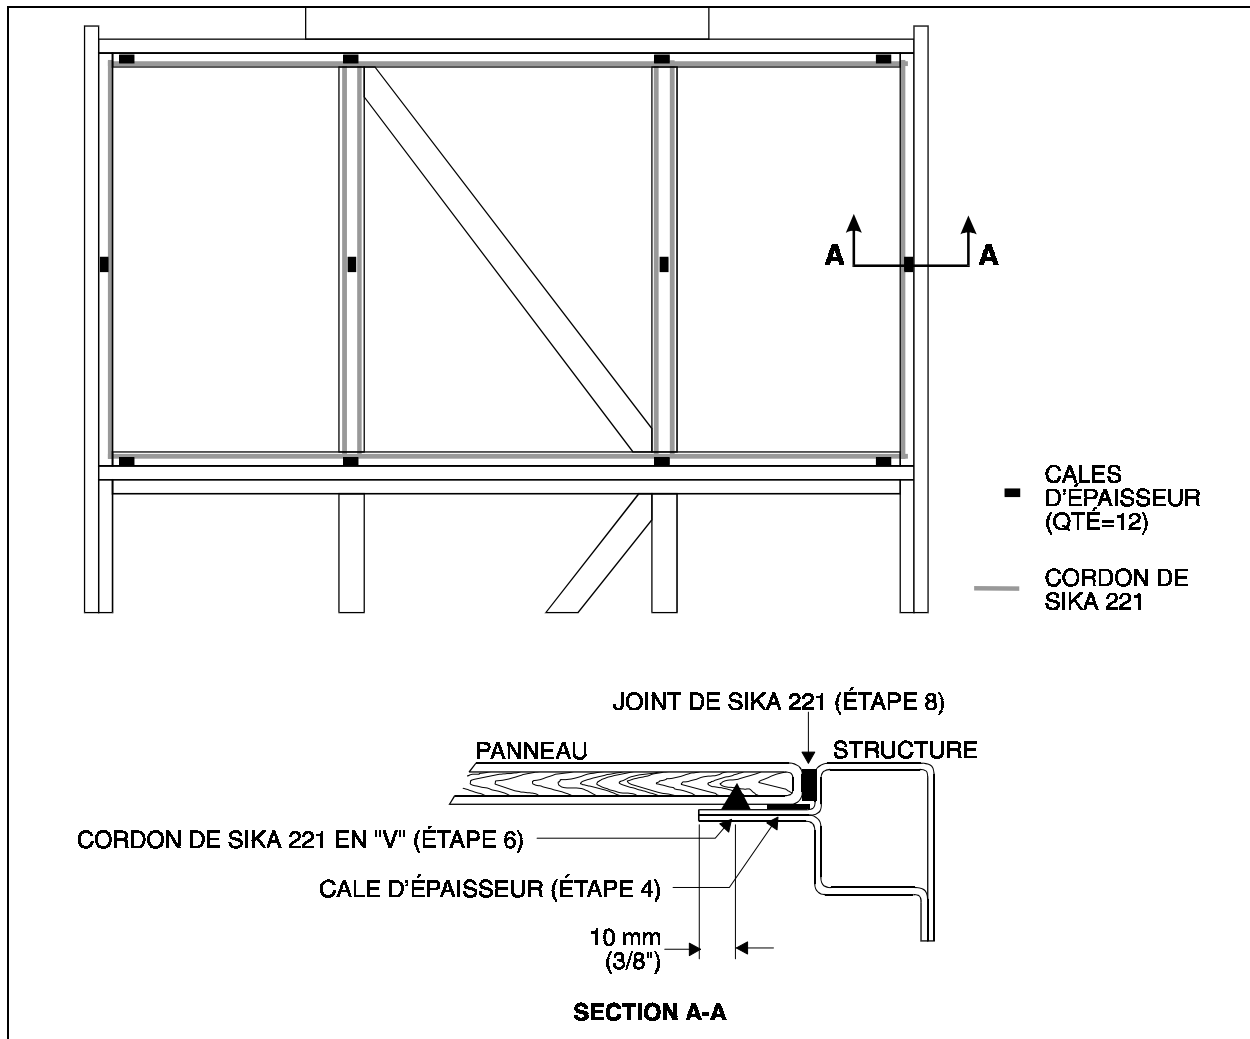

FIGURE 1
1. Utiliser un papier sablé (grain: 60) ou un tampon de type Scotch-Brite rouge pour amener toute la surface où doit être collé le nouveau panneau (Fig. 1) au métal nu.
2. À l'aide d'une guenille jetable en tissu (genre chiffon J), appliquer le nettoyeur Sika 205 (Prévost #683096) sur la surface où doit être collé le nouveau panneau (Fig. 1) (ne pas repasser deux fois au même endroit). Laisser évaporer le nettoyeur Sika 205 4 à 5 minutes avant de passer à l'étape suivante.
- À l'aide d'une guenille jetable en tissu (type *Chiffon-J*), appliquer l'apprêt Sika 210T (Prévoist #683094) sur la surface où doit être collé le nouveau panneau (Fig. 1) (ne pas repasser deux fois au même endroit). Laisser sécher l'apprêt au moins 20 minutes (à 23°C (23°F) et 50% humidité, plus longtemps si la température est plus froide) et pas plus de 5 heures avant d'appliquer le cordon de colle Sika 221 (étape 5).
- Poser les cales d'épaisseur autocollantes (Prévoist #790393, qté=12) tel qu'indiqué sur la figure 1.
- Faire un cordon en "V" de 8 mm (5/16") de haut, à 10 mm (3/8") du bord, tout le tour et sur les traverses avec de la colle *Sika 221* (Prévoist #680532) (Fig. 1).
- Faire le tour du panneau avec un joint de colle *Sika 221* (Fig. 1).